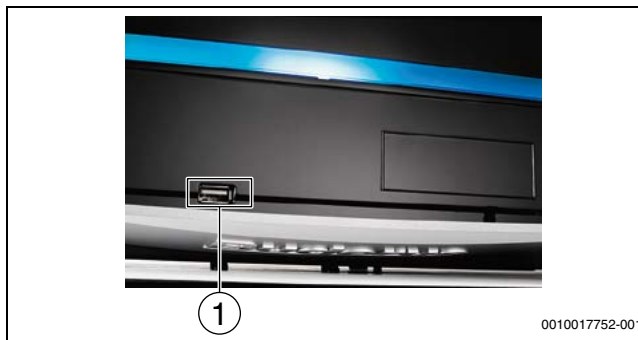

Рис. 50 Інтерфейс USB: Logamatic 5000
- За допомогою стандартного USB-накопичувача, який вставляється безпосередньо в інтерфейс USB пристрою керування, (→ рис. 50), можна виконувати такі важливі сервісні функції: